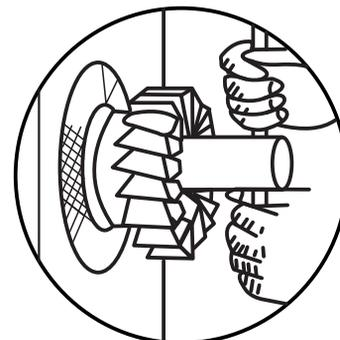

Fig. 3
- b) Sujete la fresa roscándola con una llave adecuada. (Fig. 3).